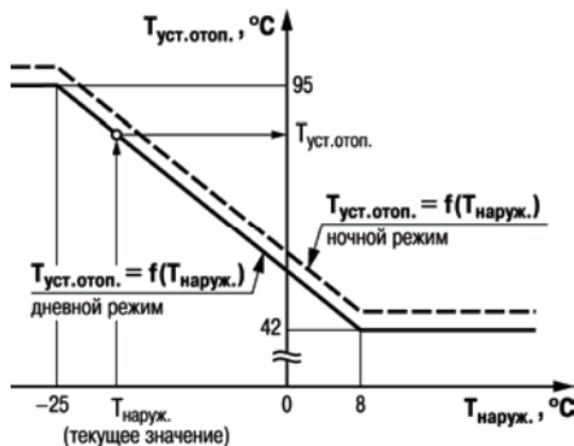

Рисунок 4.1
4.1.7.1 На период, когда необходимость в приточной вентиляции помещений отсутствует (например в выходные дни, в ночное время суток и т. п.), система может быть переведена в дежурный режим, при котором прибор выключает вентилятор и закрывает жалюзи подачи наружного воздуха. Кроме того прибор при помощи КЗР снижает температуру обратной воды до значений ниже отопительного графика и прекращает ее регулирование. При охлаждении обратной воды до температуры ниже  $T_{\text{обр.min}}$  (см. рисунок 4.1) включается режим защиты от замерзания.